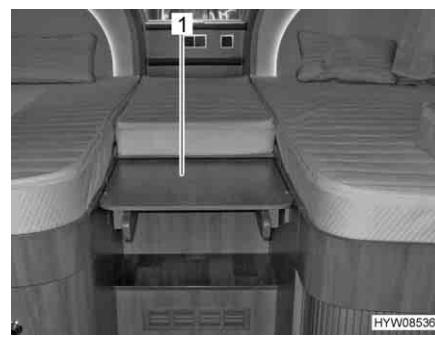

Fig. 73 Estrazione dell'ampliamento
- Afferrare ed estrarre l'ampliamento (Fig. 73,1). Insieme all'ampliamento viene estratta anche la scaletta.